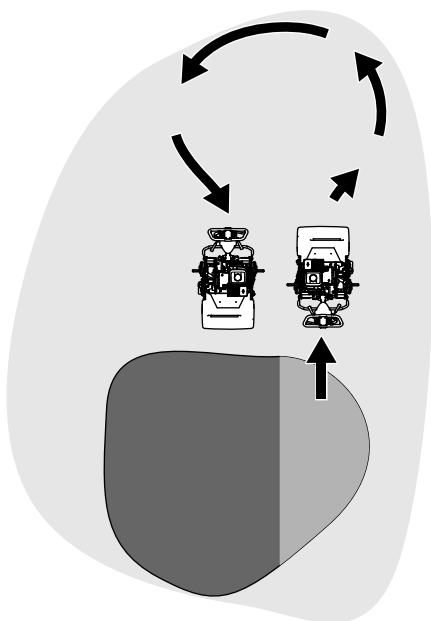

Figura 23
eseguendo una svolta a forma di goccia facendo leva sul cilindro di trazione (Figura 23).
1. Individuate la leva di innesto della trazione sulla scatola degli ingranaggi della trasmissione (Figura 23)